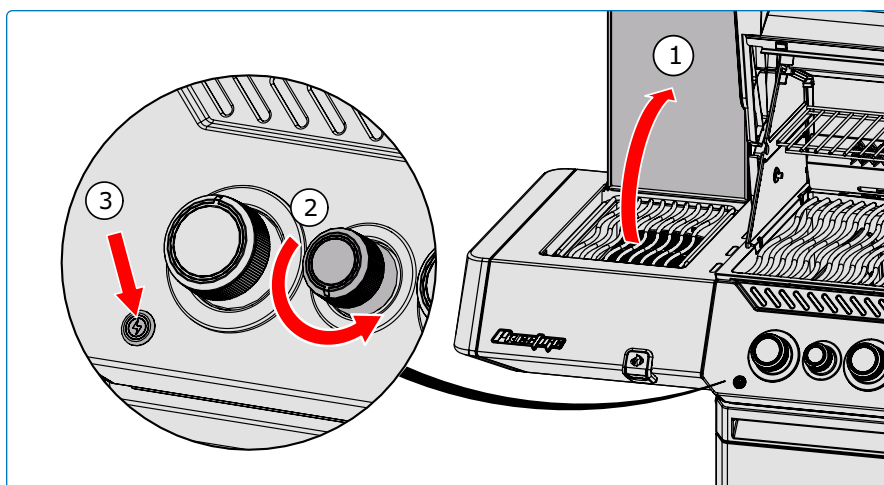

Fig. 7
4. Si le brûleur ne s'allume pas dans les 5 secondes, tournez le bouton de commande du brûleur dans le sens horaire jusqu'à la position OFF. Attendez 5 minutes. Répétez les étapes 2 et 3. **(Fig. 7)**, ou consultez les « **Instructions d'allumage alternatives** »